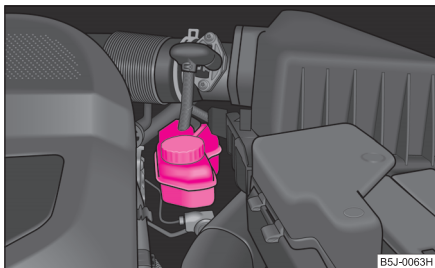

Fig. 160 Compartimentul motor: Rezervorul lichidului de frână
- Verificați nivelul lichidului de frână din rezervor ⇒ fig. 160. Nivelul trebuie să se găsească între marcajele „MIN” și „MAX”.